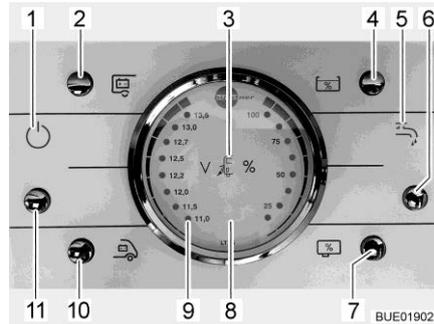

Fig. 183 Panel LT 96
El pulsador (Fig. 183,11) conecta y desconecta el panel y la alimentación de 12 V del habitáculo.
Conectar: ■ Pulsar el pulsador (Fig. 183,11): La alimentación de 12 V del habitáculo está conectada. La luz de control (Fig. 183,1) se enciende.
Desconectar: ■ Pulsar el pulsador (Fig. 183,11): La alimentación de 12 V del habitáculo está desconectada. La luz de control (Fig. 183,1) se apaga.
Observar la escala izquierda del instrumento indicador V/depósito (Fig. 183,8). El instrumento indicador se ilumina automáticamente al accionar el pulsador.
- Pulsar el pulsador (Fig. 183,10): Indica la tensión de la batería del motor de arranque.
- Pulsar el pulsador (Fig. 183,2): Indica la tensión de la batería del habitáculo.
Observar la escala derecha del instrumento indicador V/depósito (Fig. 183,8). El instrumento indicador se ilumina automáticamente al accionar el pulsador.
- Pulsar el pulsador (Fig. 183,4): Indica la cantidad de agua.
- Pulsar el pulsador (Fig. 183,7): Indica la cantidad de aguas residuales.
- Pulsar el pulsador (Fig. 183,6): El suministro de agua está conectado. La luz de control de bomba de agua (Fig. 183,5) está iluminada.
- Pulsar el pulsador (Fig. 183,6): El suministro de agua está desconectado. La luz de control de bomba de agua (Fig. 183,5) se apaga.
La luz roja de "ALARMA" (Fig. 183,9) parpadea en cuanto la tensión de la batería del habitáculo baja de 11 V (medición durante el servicio) y hay peligro de descarga completa.
La luz de control de 12 V (Fig. 183,1) estará encendida si el pulsador principal de 12 V (Fig. 183,11) está conectado.
Se enciende la luz de control de 230 V (Fig. 183,3) cuando hay tensión de red en la entrada del bloque eléctrico.